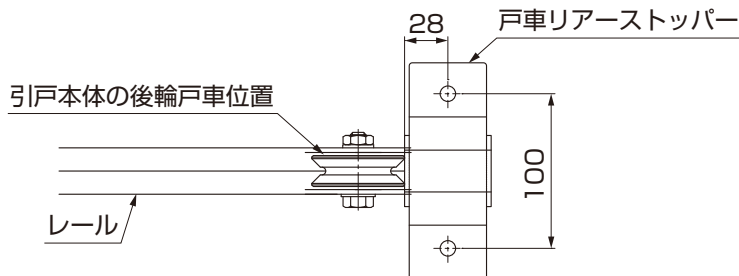

図9-3
③引戸本体を開けた状態で引戸本体の戸車の後輪の位置にあわせて戸車リアーストッパーを位置合わせしてください。(図9-3参照)
(2) 下穴の加工